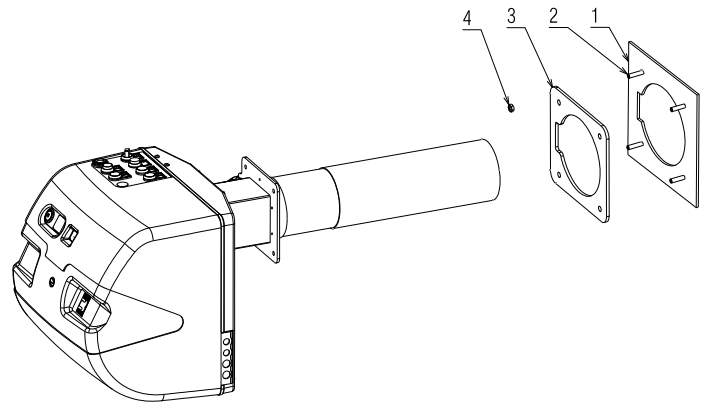

Fig. 14
- Fixer le capot 1)(Fig. 14) fourni comme équipement avec la vis 2).
- Enlever l'ensemble transformateur 3) et fixer les bagues de protection des câbles 4) et 5) (voir Fig. 14 à la page 20) à l'intérieur du brûleur.
- Fixer l'ensemble de rampe 6)(Fig. 14) en utilisant les 4 vis 7) fournies.